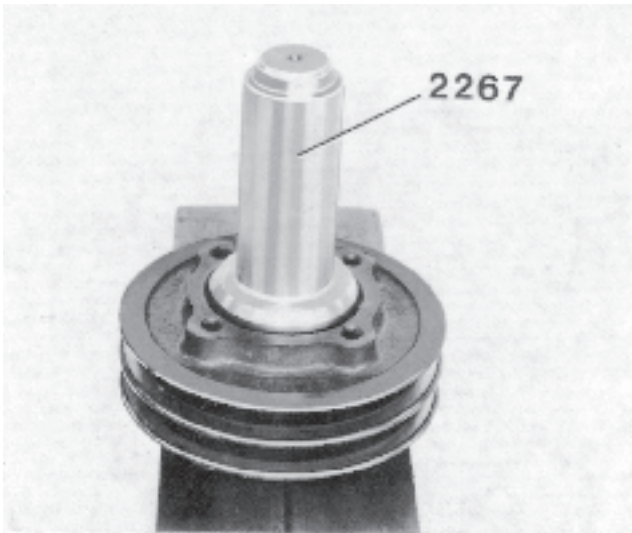

Fig. 146 Montage du roulement dans la poulie
2. A l'aide du mandrin 2267 enfoncer le roulement avant dans la poulie (fig. 146). Le côté fermé du roulement doit être tourné vers le bas.